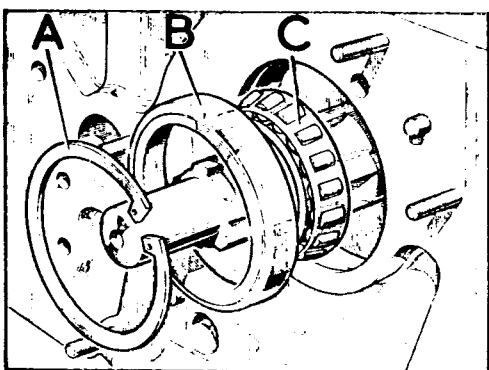

Fig. C1-41 Cojinete delantero para el eje de salida
- 4.3. Colocando trapos para proteger los alojamientos de los cojinetes en la caja reductora se montará el rodamiento, C (Fig. C1-41), sobre el eje, y seguidamente la pista exterior, B, que se sujetará con el arillo, A.